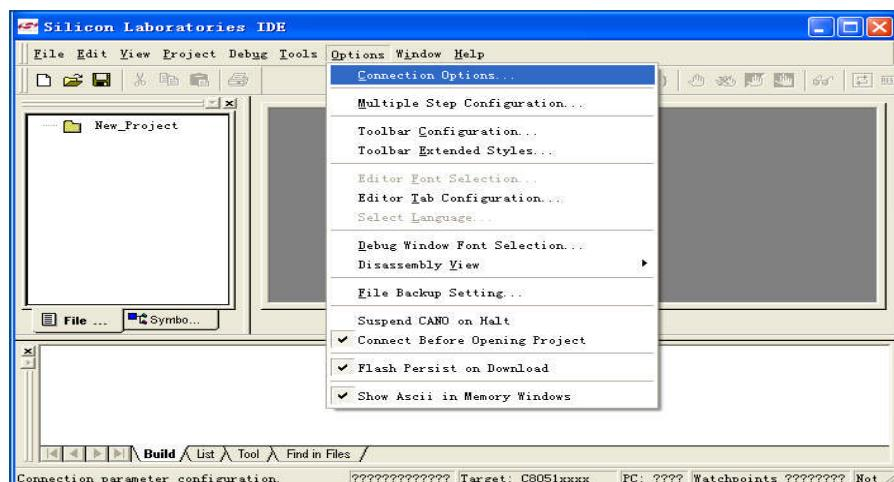

图 2
3、安装结束，打开 IDE 集成开发环境，在新建或打开原有的项目后，点击主菜单“Options”选择“Connection Options..”选项（如图 2 所示），进入图 3 界面。